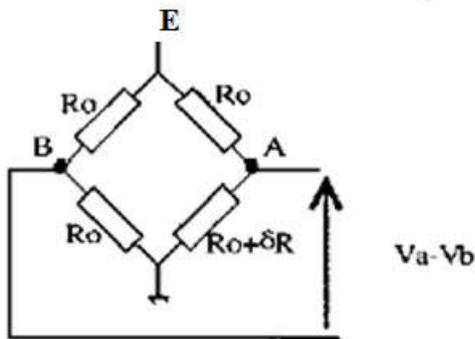

Figure 4: schéma électrique du pont de Wheastone ($E = 3.3 V$ $R_0 = 120 Ohms$ $\delta R = k \cdot m$)
Une jauge de contrainte collée sur la « poutre » permet de mesurer cette déformation. La jauge de contrainte est un capteur résistif ($R_0 + \delta R$) et est câblée dans un pont de Wheasthone selon la figure 4.
- le bloc « **connectiques du pont de Wheastone** » : il permet de relier à la maquette les quatre bornes du pont de Wheastone (tensions d'alimentation : **valim (fil rouge)** , **0V(fil blanc)** et les potentiels de mesures **V1(fil bleu)** , **V2(fil noir)**). Le pont de Wheastone est issu d'une balance de cuisine commercialisée sous la marque « Terrailon quartz L » dont le schéma électrique est disponible sur la figure 4.